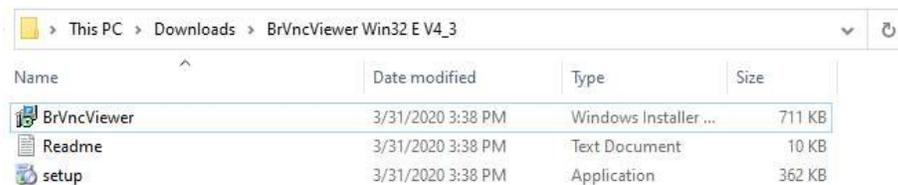

Figure 12 : Dossier décompressé/extrait
- Cliquez sur le BrVncViewer dans le dossier dézippé (Windows Installer File Type) (Fig : 12) et installez l'application sur la machine Windows locale.